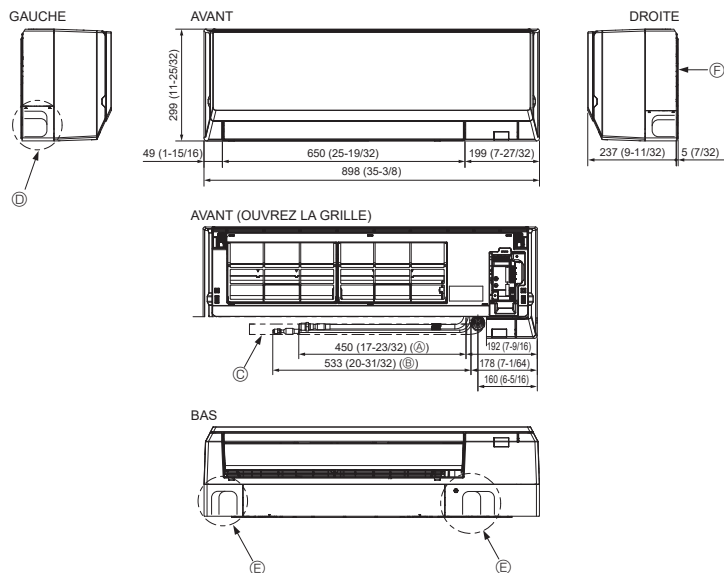

Fig. 4-2
4.2. Mise en place des tuyaux de réfrigérant et d'écoulement (Fig. 4-2)
- F Plaque d'installation ①